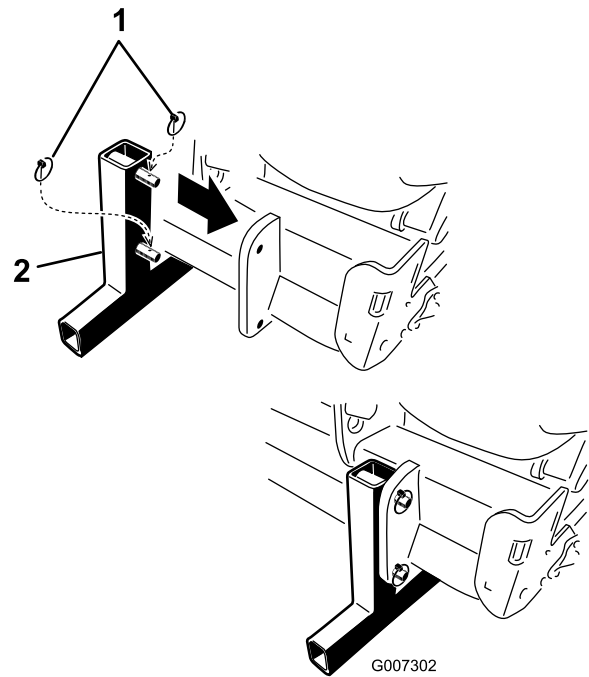

Figura 39
5. Instale os apoios de armazenamento e fixe-os ao arejador com pinos de sujeição (Figura 39).